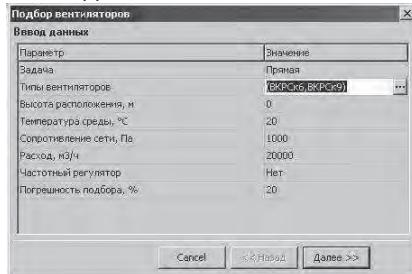
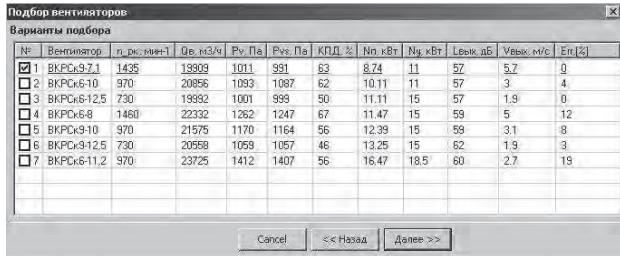
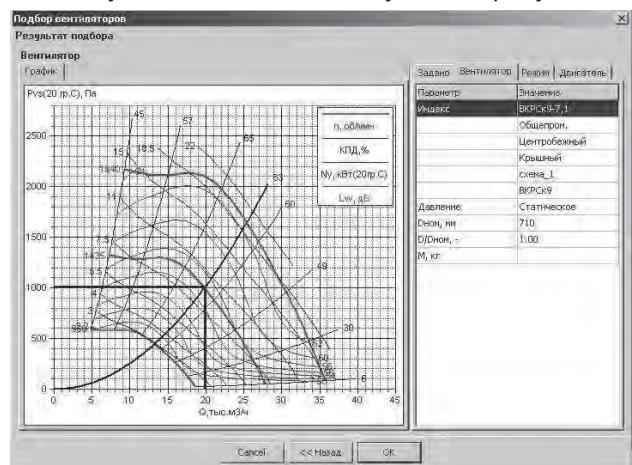

Рис. 8
Рис. 9
Рис. 10
**5 Диалоговое окно подбора вентиляторов** представляет процесс подбора вентиляторов в виде следующих основных этапов: первый этап - ввод исходных данных (Рис.8); второй этап - просмотр списка вентиляторов, удовлетворяющих условиям подбора, и выбор варианта решения (Рис.9); третий этап – просмотр полных данных по результатам расчета (Рис.10). За каждый этап отвечает самостоятельная диалоговая панель, смена этапов осуществляется нажатием кнопок «Далее» и «Назад». Если на последнем этапе диалог закончен нажатием кнопки «OK», вариант подбора попадает в список выполненных расчетов.